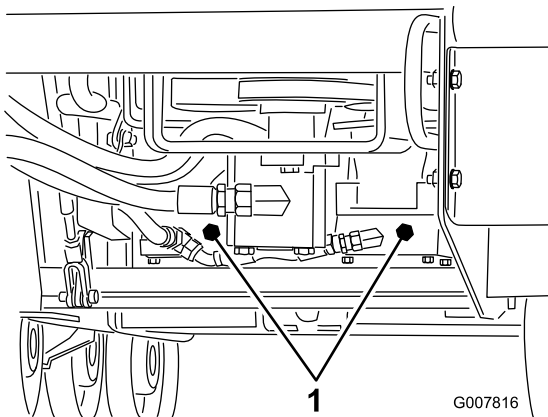

Bild 17
4. Drehen Sie die Schleppventile an den Hydraulikpumpen mit einem Schraubenschlüssel zweimal nach links (Bild 17).